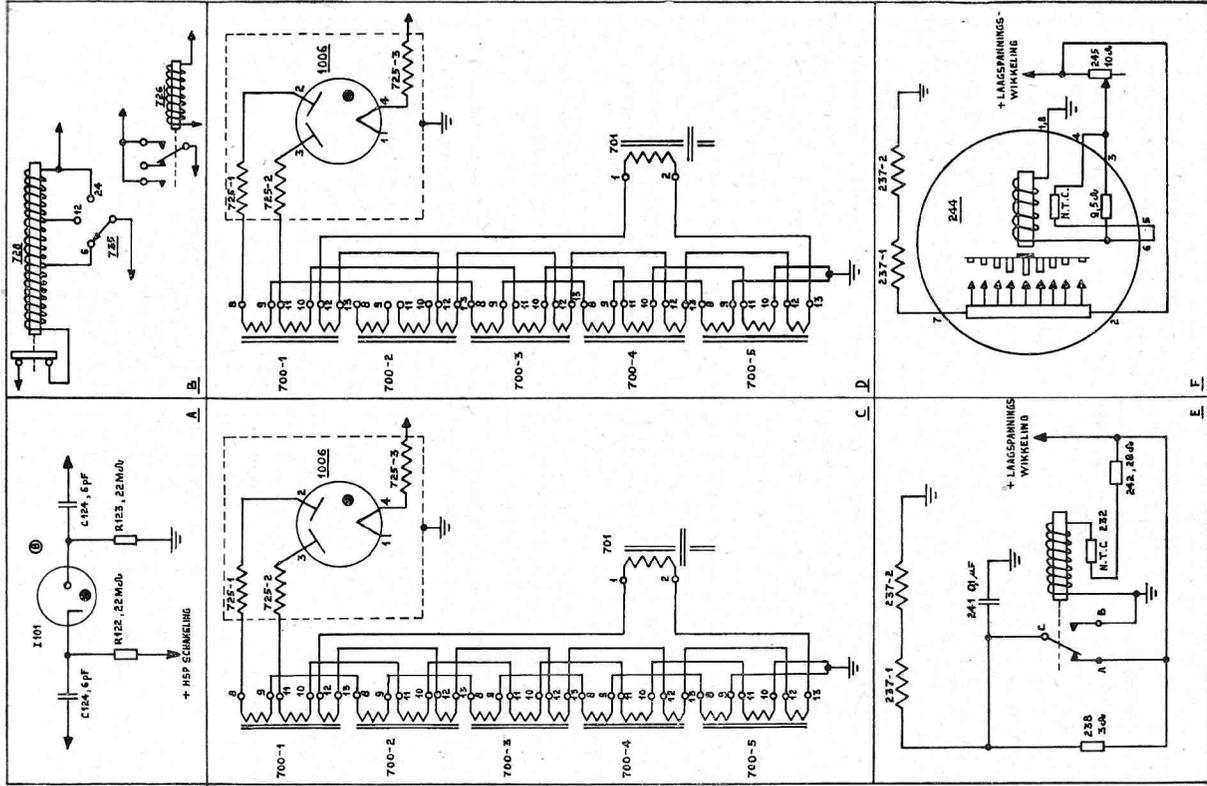

Fig. 56. Detailtekeningen der wijzigingen
3.7.2 Wijzigingen in de figuren (zie fig. 56)
Toestellen met SERIAL NO. 501-651	Zie fig. 56 D
Oude modellen van GN-58-A	Zie fig. 56 F
Oudere toestellen	Zie fig. 56 A
Toestellen met SERIAL NO. O-501	Zie fig. 56 C
GN-58-A (vroegere modellen)	Zie fig. 56 F 226 = 11 μ H 227 = 4 mH